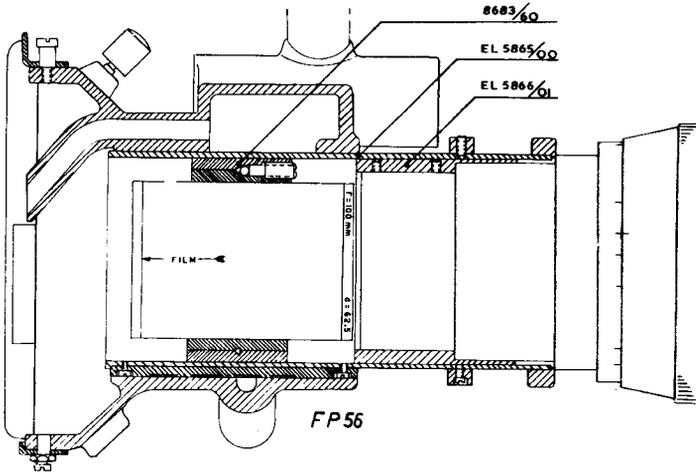

Fig. 20
- b. CinemaScope-Projektion mit Projektor FP 56 (Fig. 20)